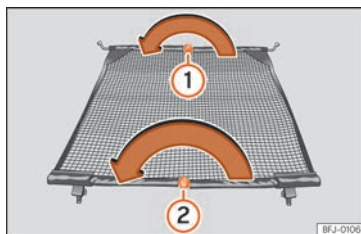

Fig. 167 Pliage du filet de séparation.
- Appuyez sur le bouton de déverrouillage »» fig. 167 ① et repliez la barre transversale dans le sens de la flèche en maintenant le bouton enfoncé.
- Appuyez sur le bouton de déverrouillage »» fig. 167 ② et repliez la barre transversale dans le sens de la flèche en maintenant le bouton enfoncé.